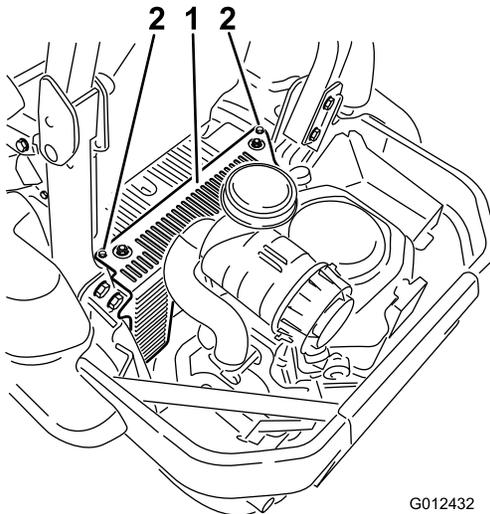

Figure 54
3. Déposez le capot de l'unité hydraulique et les 2 boulons qui y sont fixés (Figure 54). Vous pourrez ensuite accéder à la bougie avant.
Montez le capot de l'unité hydraulique (Figure 54).